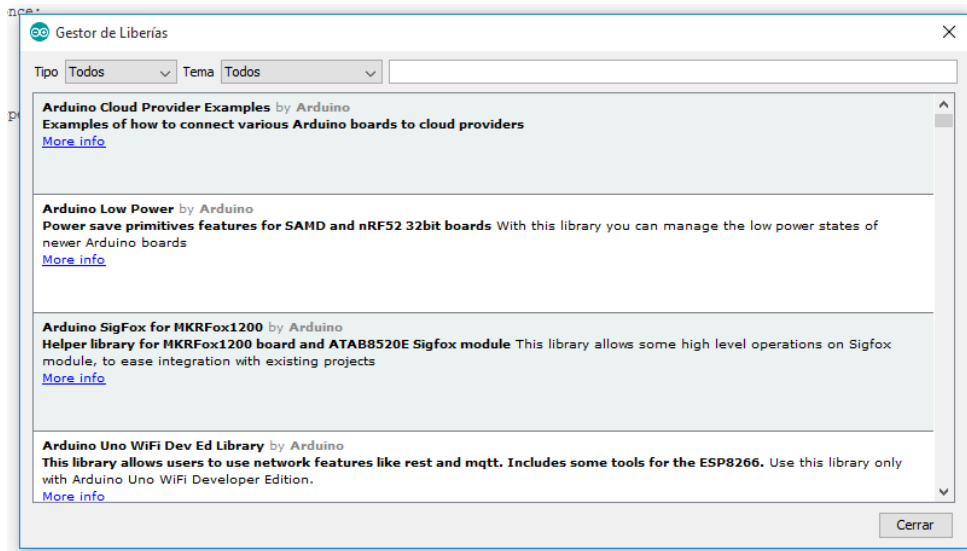

Figura 16. Librerías de Arduino
- Según la figura 16. De ser el caso y contar con drivers que se descarguen desde la web en forma de archivo comprimido lo podemos incluir a nuestra librería de Arduino dirigiéndonos a programa, incluir librería y en añadir biblioteca Zip.